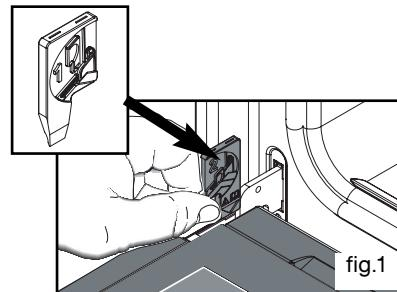

fig.1
- Open de deur volledig en blokkeer ze met behulp van twee rode aanslagen (fig.1). Deze worden in een plastic zakje bij het apparaat geleverd.